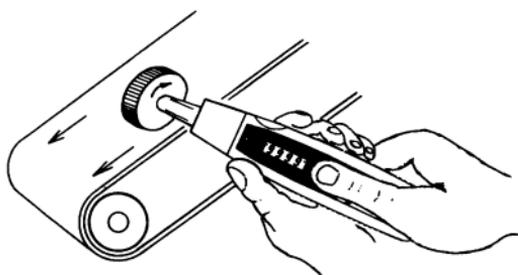

図 3
- 図3のように周速リングが測定対象と平行になるよう押し当て測定スイッチを押しますと、回転確認表示LEDが点灯して周速度が表示されます。